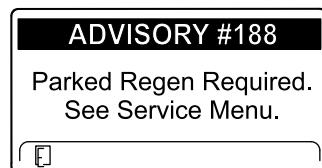

Figure 41
- Régénération en stationnement requise Avis N° 188 (Figure 41)